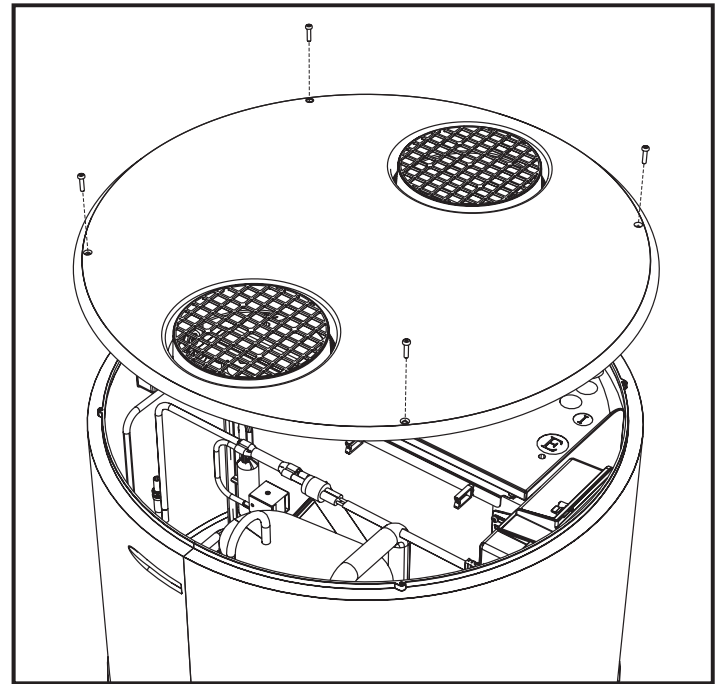

fig. 47- Remoção da tampa superior
- Remova a tampa superior, desapertando primeiramente os parafusos de bloqueio (fig. 47).